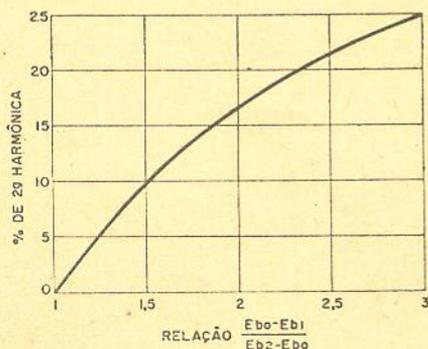

Figura 10
A distorção por segunda harmônica é a mais importante, nos triodos. Por meio da curva da figura 10 podemos determinar o valor da mesma. Podemos também recorrer à expressão (18) para acharmos a porcentagem de distorção por segunda harmônica: